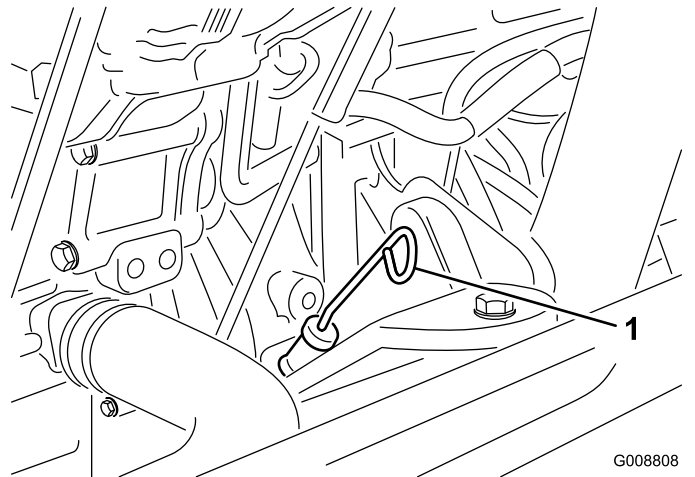

**Figura 34**
2. Desbloquee los cierres del capó y abra el capó (Figura 34).